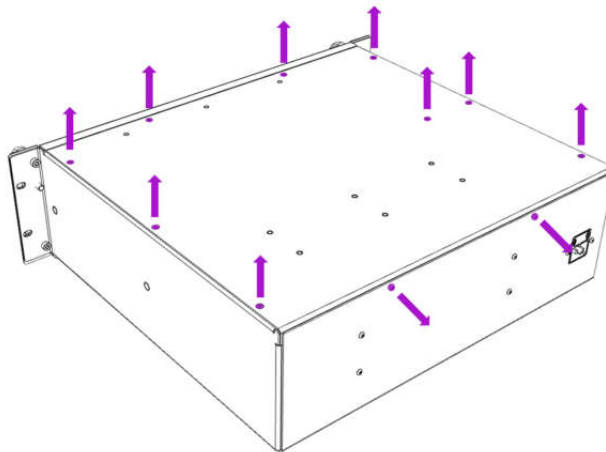

Abb. 10
3. Schrauben am oberen Gehäusedeckel entfernen (Abb.10)